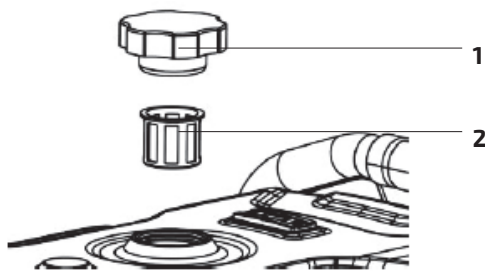

Рис. 14. Очистка крышки топливного бака и сетчатого фильтра
Перед снятием крышки топливного бака (1) (рис. 14) следует протереть ее и пространство вокруг нее. Это позволит уменьшить количество загрязняющих веществ, проникающих в топливную систему.